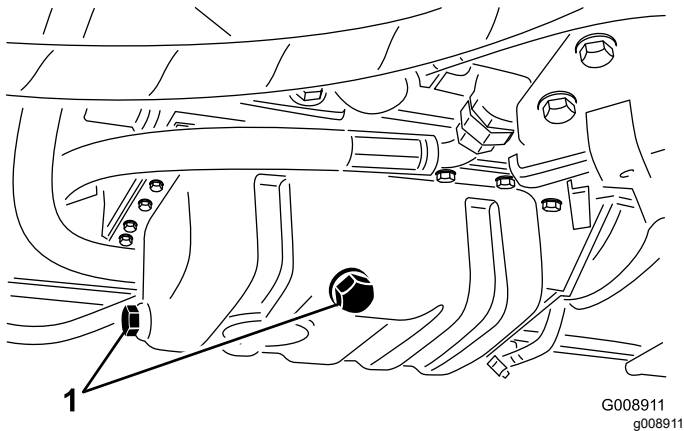

Figure 63
3. Enlevez un des bouchons de vidange (Figure 63) et faites couler l'huile dans un bac de vidange; remettez le bouchon en place lorsque la vidange est terminée.